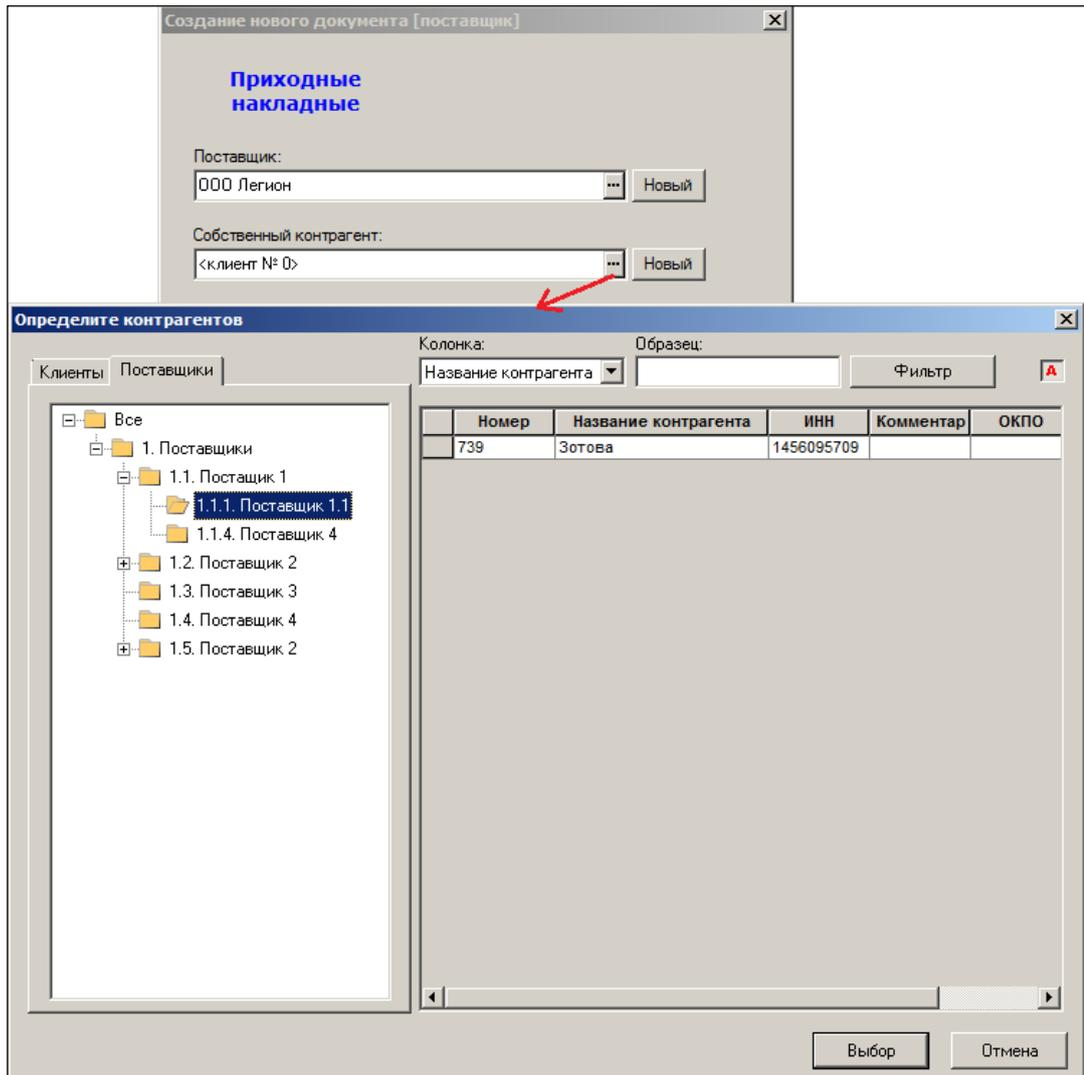
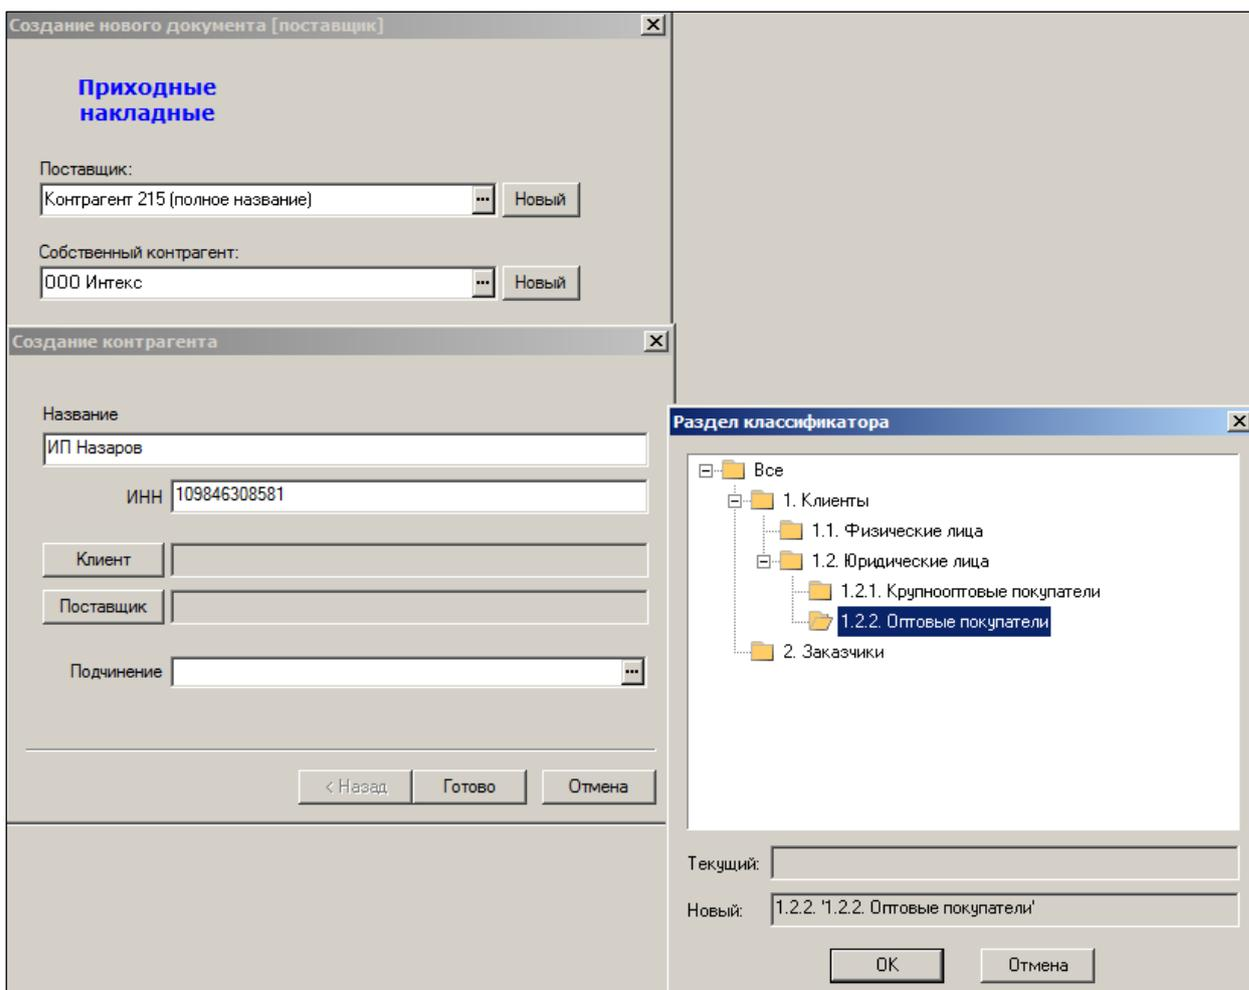

Рисунок 9 – Создание приходной накладной (3-а)
Рисунок 10 – Создание приходной накладной (3-б)
4. Заполнить поля **Поставщик** и **Собственный контрагент**. Значения выбираются из классификатора при нажатии кнопки  (Рисунок 9), либо создаются новые значения по кнопке **Новый** (Рисунок 10).
При установленных флагах **Запоминать внешнего контрагента** и **Запоминать собственного контрагента** при создании новой накладной значения данных полей будут значениями по умолчанию (см. Рисунок 9).